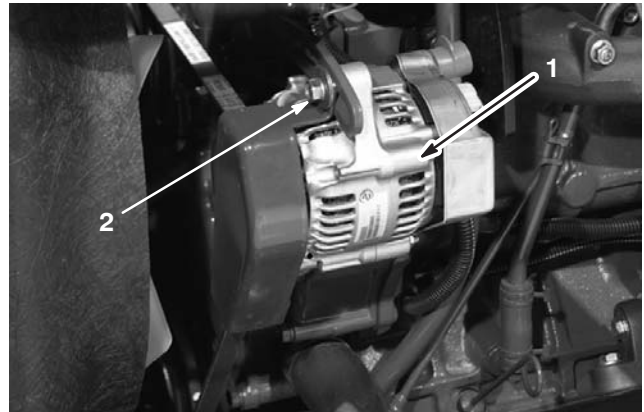

Bild 52
Prüfen Sie den Zustand und die Spannung des Treibriemens (Bild 52) alle 100 Betriebsstunden.
2. Lockern Sie bei einer Durchbiegung von weniger als 10 mm die Befestigungsschrauben der Lichtmaschine (Bild 52). Erhöhen oder reduzieren Sie die Spannung des Lichtmaschinen-Treibriemens und ziehen Sie die Schrauben wieder fest. Prüfen Sie die Riemenspannung noch einmal auf korrekte Einstellung.